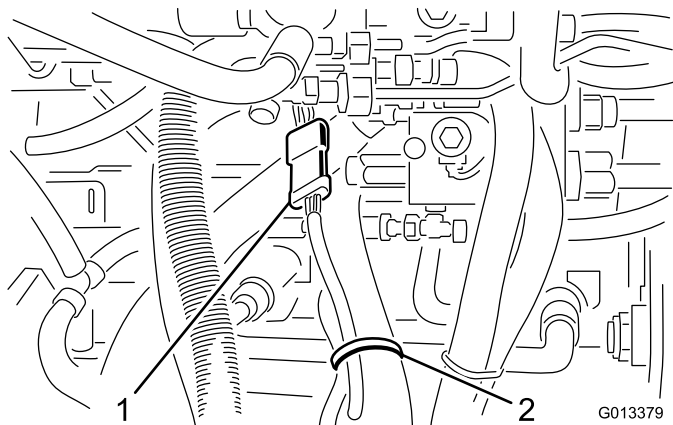

Figura 4
5. Localizzate e scollegate il cablaggio dell'unità di taglio dal cablaggio del trattorino (Figura 4). Rimuovete anche tutte le fascette per cavi che fissano il cablaggio dell'apparato di taglio di qualsiasi componente del trattorino.